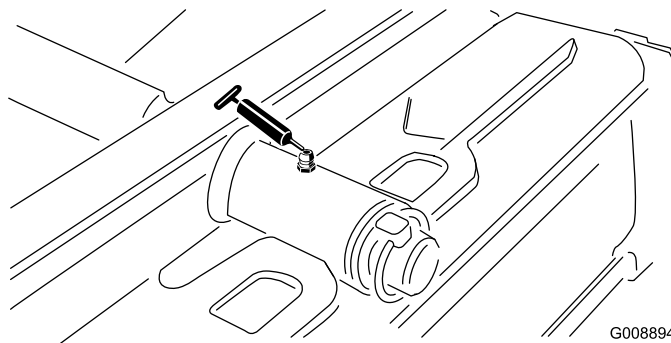

Figura 50
- Pivote de la unidad de corte trasera (Figura 50)